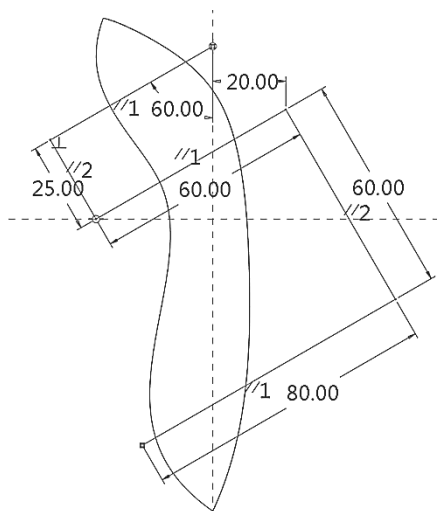
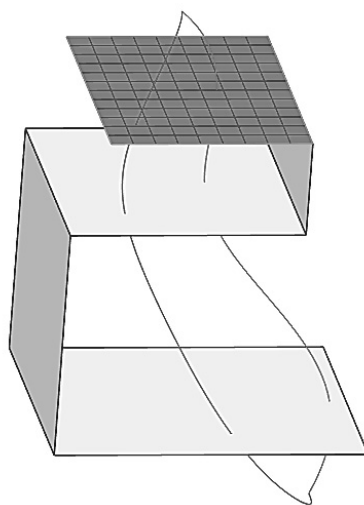

图 7-132 拉伸截面草绘
图 7-133 拉伸参考平面“拉伸 1”
(1) 单击【模型】→  按钮, 弹出【拉伸】操控面板。在操控面板上, 选择【拉伸为曲面】。单击【放置】→【定义】, 选择绘图区中的 RIGHT 平面作为草绘平面, TOP 平面作为参照平面, 参考方向为顶。或者直接选择 RIGHT 平面, 单击【草绘】进入草绘模式, 使用线链工具  进行拉伸截面草绘, 如图 7-132 所示。绘制完成后单击  按钮, 得到拉伸参考平面“拉伸 1”, 如图 7-133 所示。